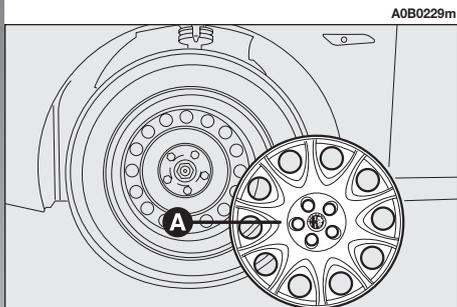

fig. 3
- Rimuovere la coppa ruota (**A-fig. 3**) (solo versioni con cerchi in acciaio).